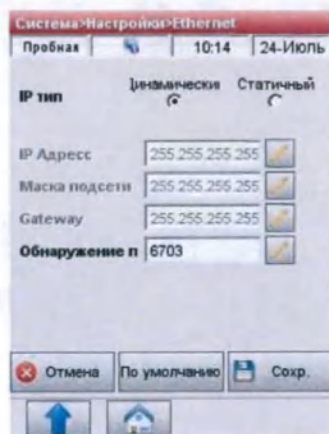

Рис. 3-96 Ethernet Настройки
- Вернитесь к экрану <Система> Настройки> Ethernet> (Рис. 3-96) и при необходимости заполните следующие поля:
Когда сетевое соединение включено, строка состояния отображает значок сети  (Рис.3-96).